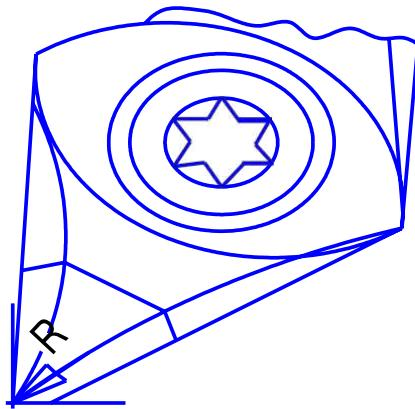

Рис. 13. Радиус и теоретическая вершина
- Вершина резца определяется по данным измерений только в двух точках (тангенциальную к оси X и Z). Таким образом, коррекция на размер инструмента описывает только теоретическую вершину резца (рис. 13), которая находится на запрограммированной траектории.